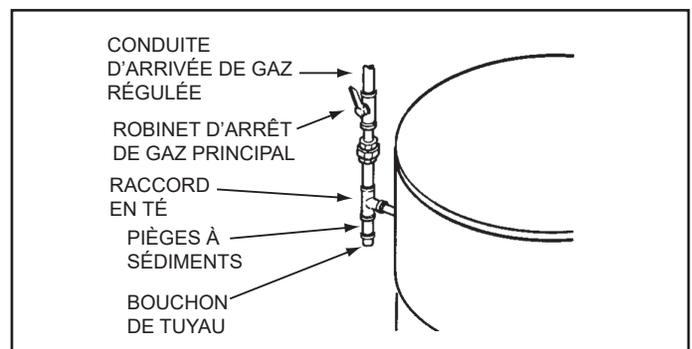

Figure 65. Installation de la conduite d'arrivée de gaz
S'assurer que le tuyau de gaz est propre à l'intérieur avant l'installation. Pour piéger toute poussière ou objets étranger présents dans la conduite d'approvisionnement de gaz, un collecteur d'impuretés devra être incorporé à la tuyauterie, comme illustré à la **Figure 65**. Le piège à sédiments doit être facilement accessible et ne pas être exposé au gel. Installer conformément aux recommandations de la compagnie du gaz locale.
6. Installer un piège à sédiments comme illustré à la **Figure 65** (page 50).
7. Installer un robinet d'arrêt de gaz principal sur la conduite d'arrivée de gaz comme illustré à la **Figure 65** (page 50).